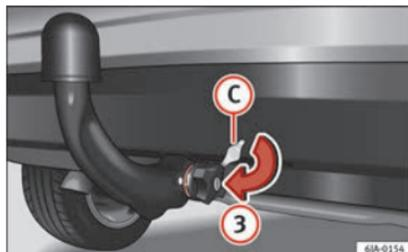

Fig. 198 Mise en place du cache de la serrure.
- Fermez avec la clé (B) la serrure de la molette en tournant la clé vers la droite jusqu'à la butée, dans le sens de la flèche (1)
- Retirez la clé dans le sens de la flèche (2).
- Placez le cache (C) dans la serrure de la molette dans le sens de la flèche (3) » fig. 198.